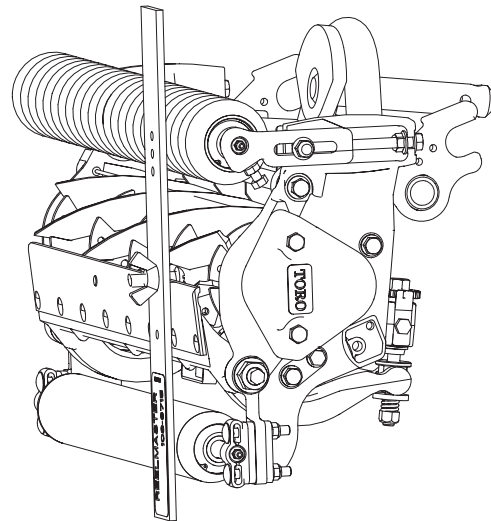

Bild 15
3. Haken Sie den Schraubenkopf an die Schnittkante des Untermessers ein, und stützen Sie das hintere Ende der Leiste auf der hinteren Rolle ab (Bild 15).